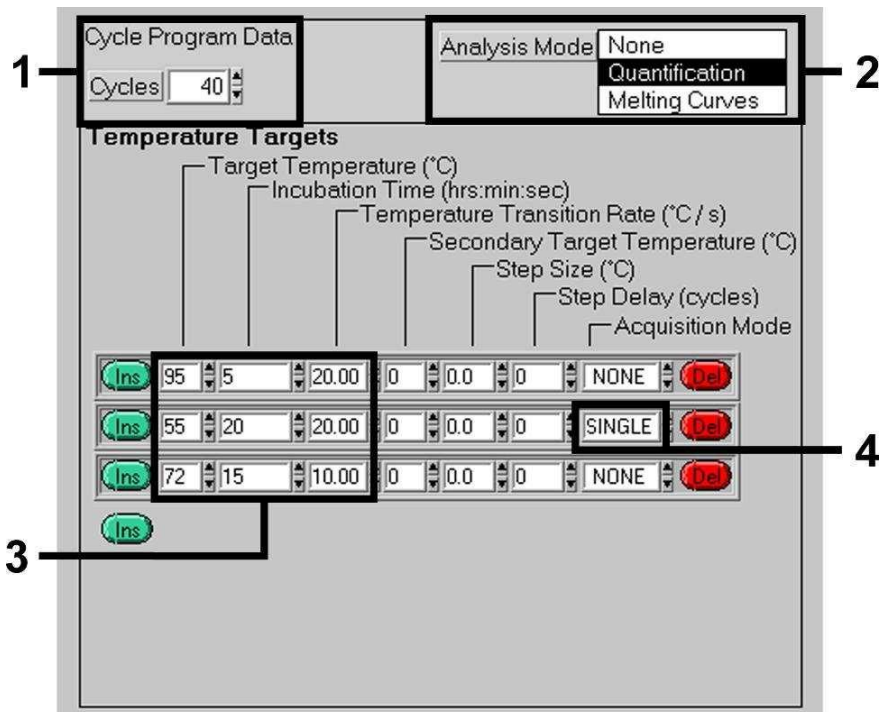

Fig. 5: Amplificación delADN.
- C. Amplificación del ADN Fig. 5